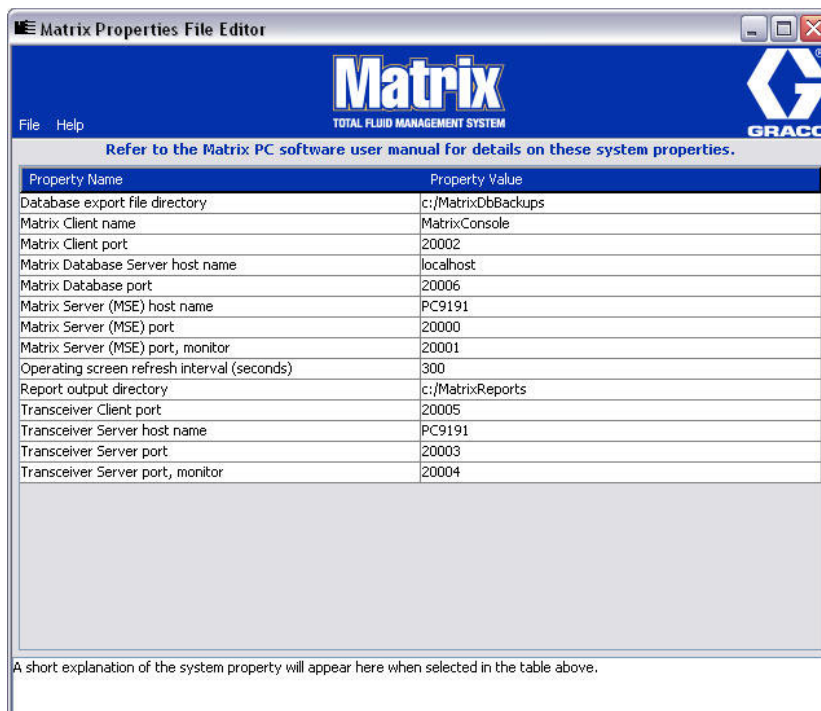

Рис. 23
2. Появится редактор в виде списка свойств системы из двух столбцов. Справа будут названия свойств, а слева – их величины, которые можно изменить (Рис. 23). Чтобы выбрать свойства, щелкните по нему: на нижней панели экрана отобразятся основные сведения об этом свойстве.